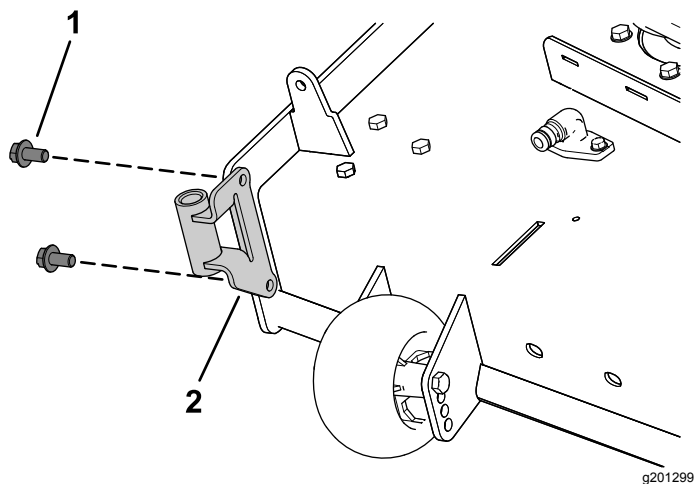

Figura 8
1. Instale o suporte do soprador na plataforma do cortador utilizando dois parafusos de cabeça de anilha sextavada ( $\frac{3}{8}$  pol. x  $\frac{3}{4}$  pol.) como se mostra na Figura 8.